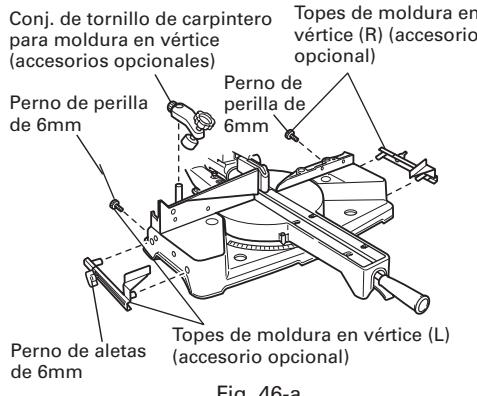

Fig. 46-a
(1) Las topes de moldura en vértice (L) y (R) (accesorios opcionales) permiten facilitar los cortes de la moldura en vértice, sin inclinar la hoja de sierra. Instálelas en ambos lados de la base, tal como se muestra en la Fig. 46-a. Después de la inserción, apriete el perno de perilla de 6mm para asegurar los topes de moldura en vértice.